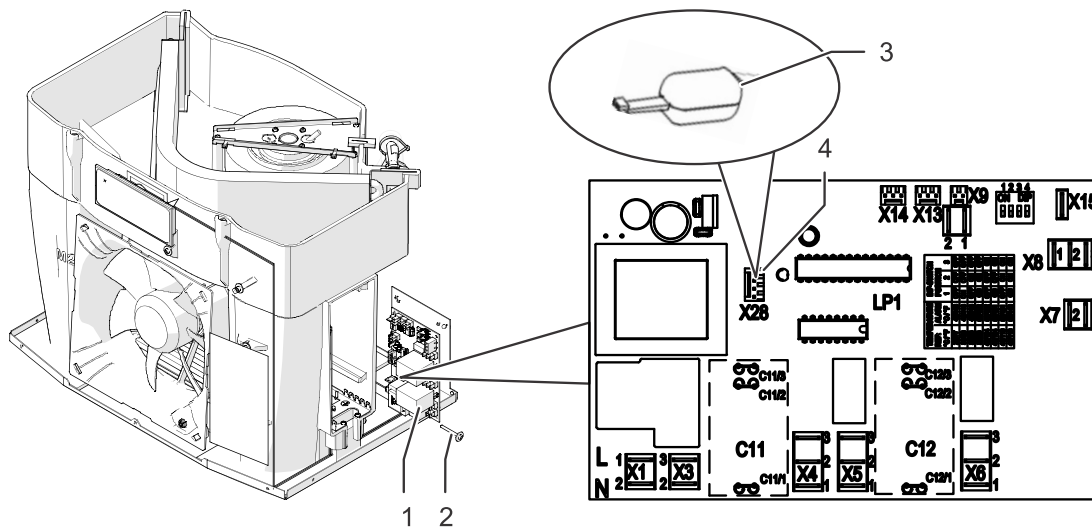

Fig. 26: Interfaccia di assistenza
- Il collegamento per l'adattatore USB (Fig. 26, pos. 3) all'interfaccia sullo schema elettrico è contrassegnato con l'identificativo del dispositivo X28 (Fig. 26, pos. 4).
2. Rimuovere la vite in plastica (Fig. 26, pos. 2).
3. Estrarre la scheda del controller (Fig. 26, pos. 1).
4. Collegare l'adattatore USB (Fig. 26, pos. 3) all'interfaccia di assistenza X28 (Fig. 26, pos. 4).